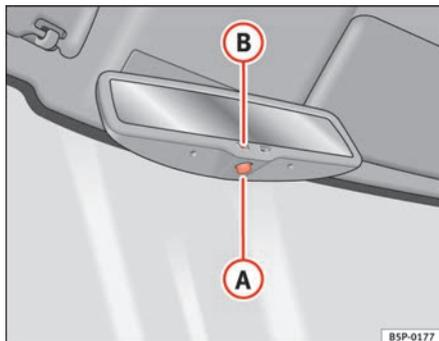

Fig. 89 Specchio retrovisore interno fotocromatico.
- Premere il tasto (A) ⇒ fig. 89. La spia (B) si spegne.
- Premere il tasto (A) ⇒ fig. 89. La spia si accende.